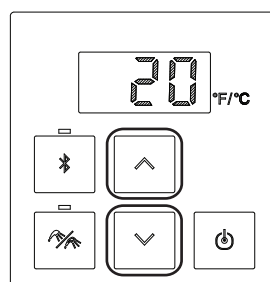

Fig. 3
4. Arrivati al punto 2, utilizzare i tasti freccia su ▲ e freccia giù ▼ del pannello comandi a bordo macchina per cambiare il gas di alimentazione. Quando sul display viene visualizzato il gas di alimentazione desiderato, premere il pulsante '**ON/OFF**' per confermare la scelta (Fig. 3).